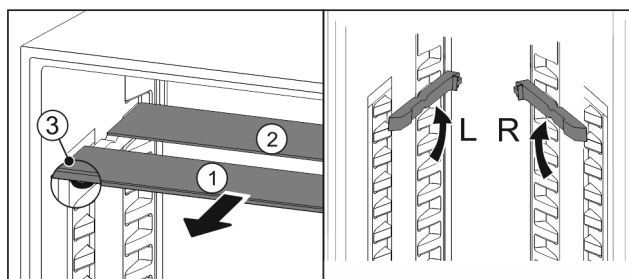

Fig. 117
- ▶ Træk glaspladerne ud enkeltvis fremad Fig. 117 (1).
- ▷ Glaspladen Fig. 117 (1) med pyntelisten ligger foran.
- ▷ Stoppene Fig. 117 (3) peger nedad.